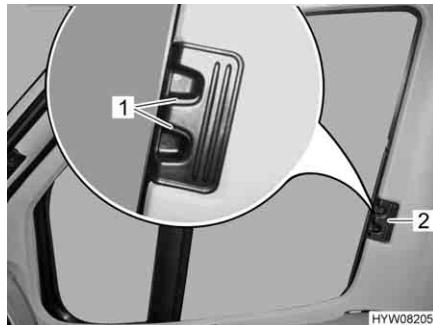

Fig. 14 Tendina oscurante pieghevole per il finestrino del conducente/passeggero
- Premere le maniglie di sbloccaggio (Fig. 14,1) e mantenerle premute.
- Con la levetta (Fig. 14,2) tirare le tendine oscuranti pieghevole per il finestrino del guidatore e del passeggero verso l'altro lato della finestra e congiungerle alle strisce magnetiche.
- Inserire fino all'arresto le tendine oscuranti pieghevole per il finestrino del guidatore e del passeggero per la maniglia (Fig. 14,2).
- Rilasciare le maniglie di sbloccaggio (Fig. 14,1) e mantenerle innestate.